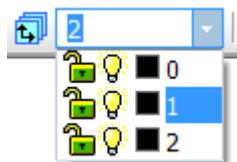

Рис. 34
21.2 Изменить состояние видов на чертеже. Выбрать **Состояние видов**  и установить положение 1 (см. рис. 34).